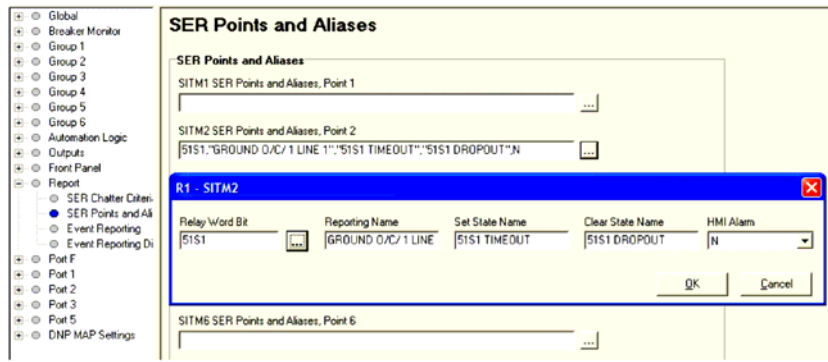

Figura 6.14 Ajustando os Pontos e Apelidos (Points and Aliases) do SER: ACSELERATOR
- a. Clique na marca + , próxima à ramificação da opção **Report** na estrutura da tela da opção **Settings** do ACSELERATOR mostrada na Figura 6.14.
A caixa de diálogo **SER Points and Aliases** vai aparecer (ver Figura 6.14).
- Repita as Etapas *Etapa a – Etapa h* para **SITM2 SER Points and Aliases, Point 2**, com os valores de ajuste **51S1, GROUND O/C 1 LINE 1, 51S1 PICKED UP, 51S1 RESET**. A *Figura 6.14* vai mostrar o campo de entrada para SITM2 imediatamente antes de pressionar o botão OK.